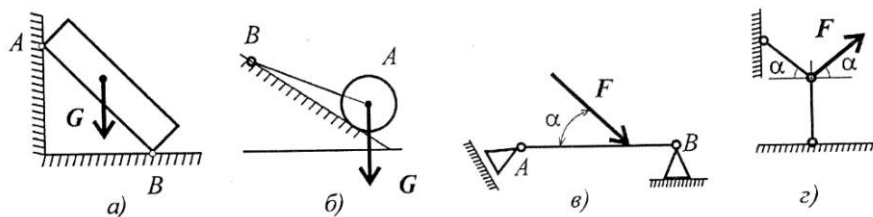

Рис.12
1. Укажите возможное направление реакций в опорах? (рис.12)